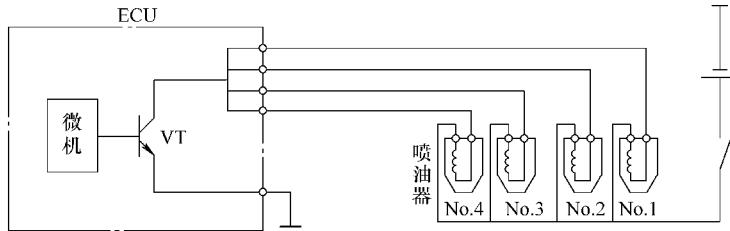

图 5-7 同时喷射控制电路图
(1) 同时喷射 各缸喷油器由 ECU 控制同时喷油和停油, 如图 5-7 所示。